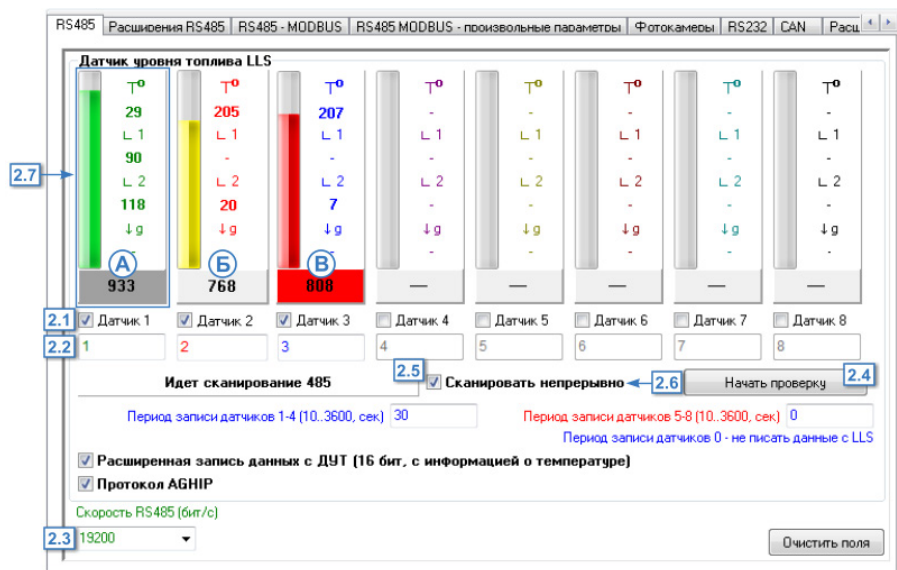

Рис.38. Диагностика датчиков уровня топлива.
- на вкладке «RS485» конфигуратора выбрать проверяемые датчики, установив галочки напротив нужных датчиков (**Рис.38, п. 2.1**). По умолчанию в программе сетевой адрес датчика соответствует порядковому номеру датчика. Для того чтобы изменить сетевой адрес датчика в программе, необходимо задать нужный адрес в поле под опцией «Датчик 1 (2..8)» (**Рис.38, п.2.2**).
- настроить адрес шины RS-485 (Рис.38, п.2.3).
- начать проверку подключенных датчиков, нажав кнопку «Начать проверку» (Рис.38, п.2.4). В ходе проверки отображается сообщение «Идет сканирование 485» (Рис.38, п.2.5). По умолчанию сканирование длится 20 секунд и автоматически прерывается. Для того чтобы сканирование длилось непрерывно, нужно установить галочку напротив опции «Сканировать непрерывно» (Рис.38, п.2.6).
- Состояние работы датчика отображается при помощи индикаторов и шкалы. В процессе сканирования шкала показывает уровень и температуру топлива (в °C) (Рис.38, п.2.7). Если проверяются датчики TKLS и в приборе включен протокол AGHIP, то прибор считает и отобразит углы наклона продольных и поперечных осей датчика, а также величину ускорения, приложенного к датчику.